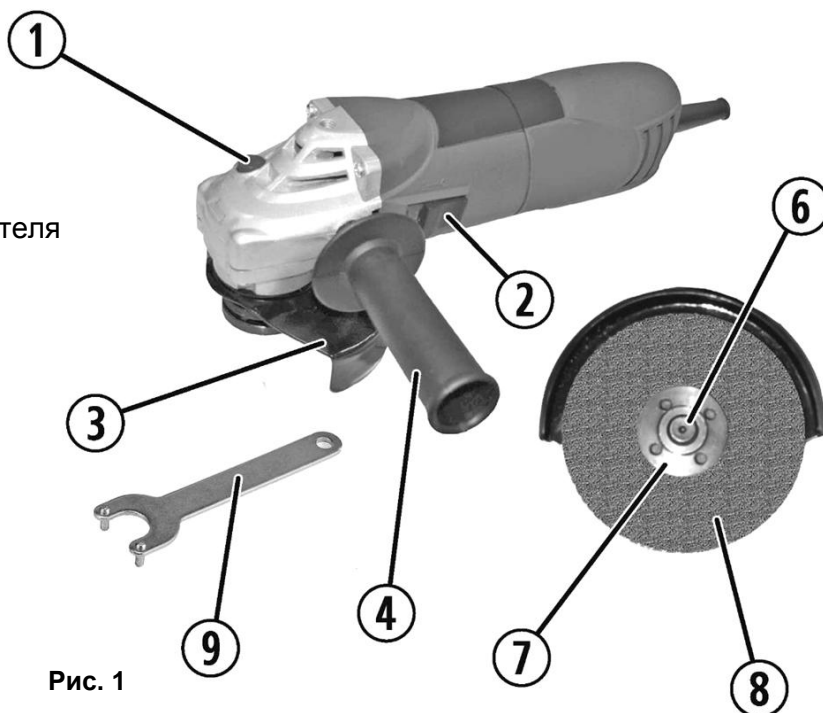

Рис. 1
- Удерживая нажатой кнопку фиксации шпинделя (1)(См. Рис.1), установите внутренний фланец (5) на шпиндель (6)(См. Рис.2).
- Установите новый, исправный отрезной или шлифовальный круг (8).
- Отпустите фиксатор шпинделя (1)(См. Рис.1).
- Удерживая нажатой кнопку фиксации шпинделя (1)(См. Рис.1), отверните наружную фланцевую гайку (7)(См. Рис.2), идущим в комплекте фланцевым ключом (9)(См. Рис.1).
- **Для включения** инструмента - нажмите на клавишу пускового выключателя (2) (См. Рис.1) и потяните ее вперед. Переведите ее в положение «ВКЛ» (ON).
- **Для выключения** инструмента - отпустите клавишу пускового выключателя (2) (См. Рис.1), верните ее назад. Переведите ее в положение «ВЫКЛ» (OFF).